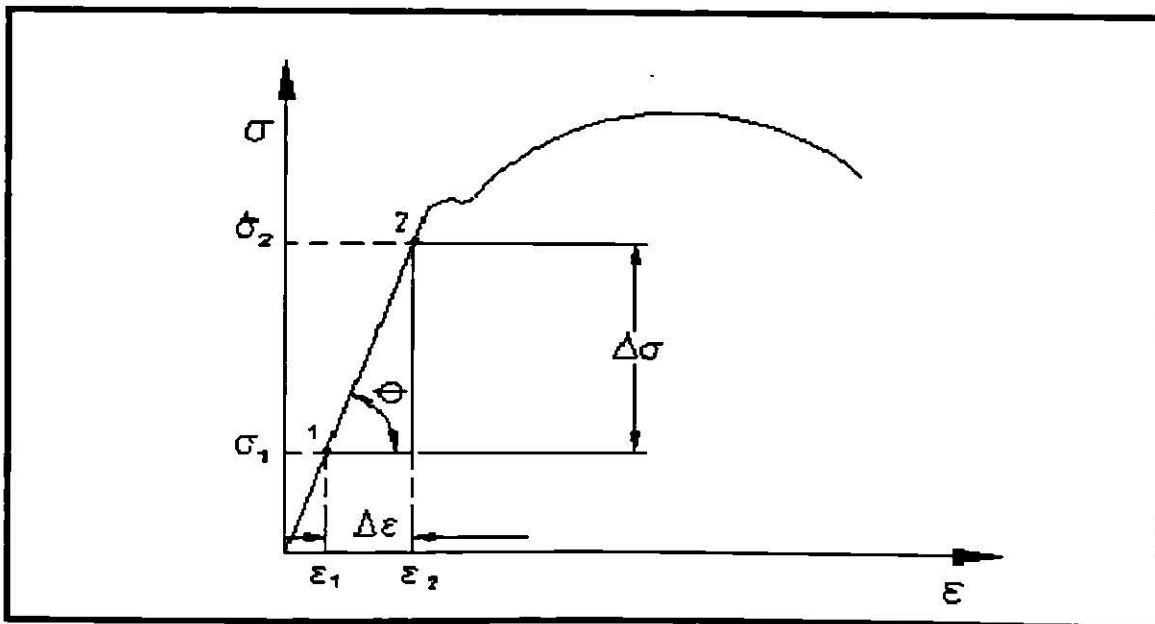

Figura 3.5 Obtención de la rigidez
RIGIDEZ : Es el esfuerzo requerido para producir una deformación dada. Se mide : a través de la obtención del módulo de elasticidad para carga axial (E) y representa la tangente de la pendiente en la gráfica esfuerzo vs. deformación, este módulo se puede obtener considerando dos puntos sobre la pendiente y realizando un triángulo como se muestra en la figura 3.5.